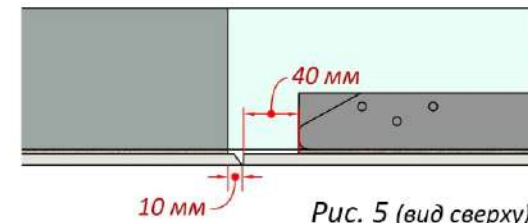

Рис. 5 (вид сверху)
- плитка на дверце люка выступающая на 40мм (Рис.5)
- плитка на стене выступающая на проём на 10 мм (Рис.5)